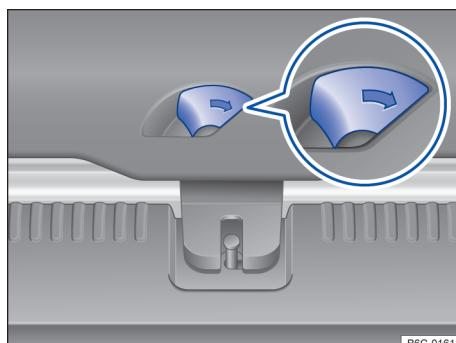

Fig. 64 No compartimento de bagagem: destrarar a tampa traseira.
- Deslocar a alavanca de destravamento no sentido da seta → Fig. 64, para destravar a tampa traseira.